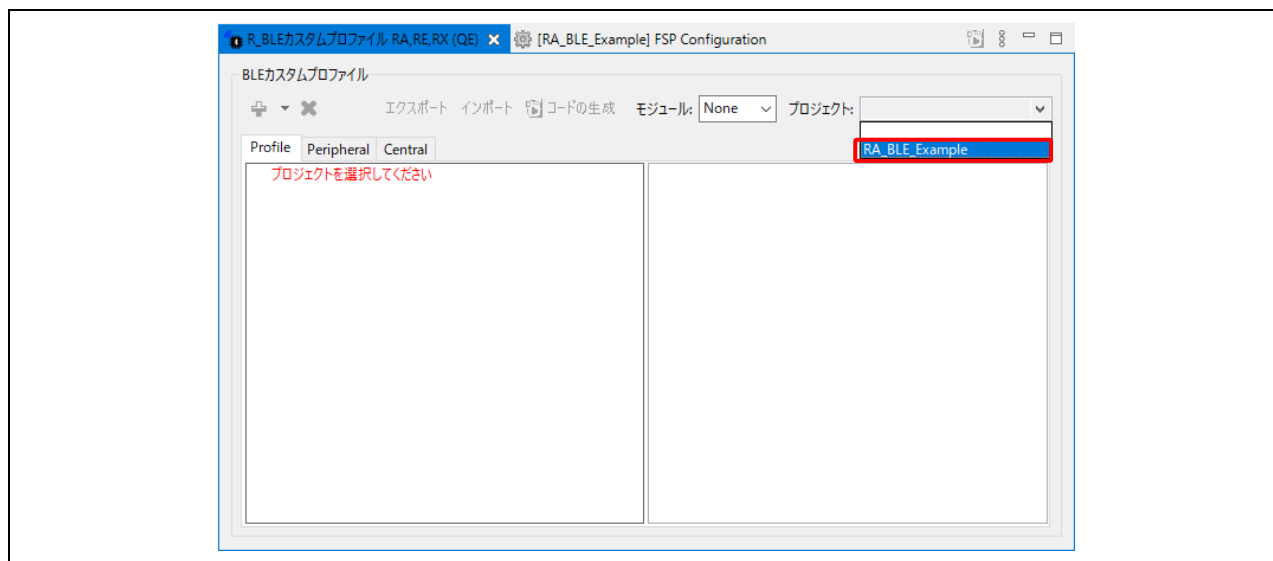

図 10 プロジェクトの選択
- (5) 図 10 に示すように、[R_BLE カスタムプロファイル RA,RE,RX (QE)] ビューで、BLE カスタムプロファイルを構成するプロジェクト (RA_BLE_Example) をプルダウンリストから選択します。